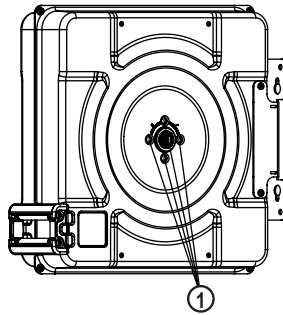

Fig. 6
3. Take away the bolts (1) (fig. 6) which are used to hold the spring fixation. Doing this, the spring fixation will be free to rotate, avoiding the spring of getting tension.
3. Ta bort bultarna (1) (fig. 6) som används för att hålla fjäderfästningen. Genom att göra detta kommer fjäderfästningen att vara fri att rotera vilket undviker att fjädern får spänning.